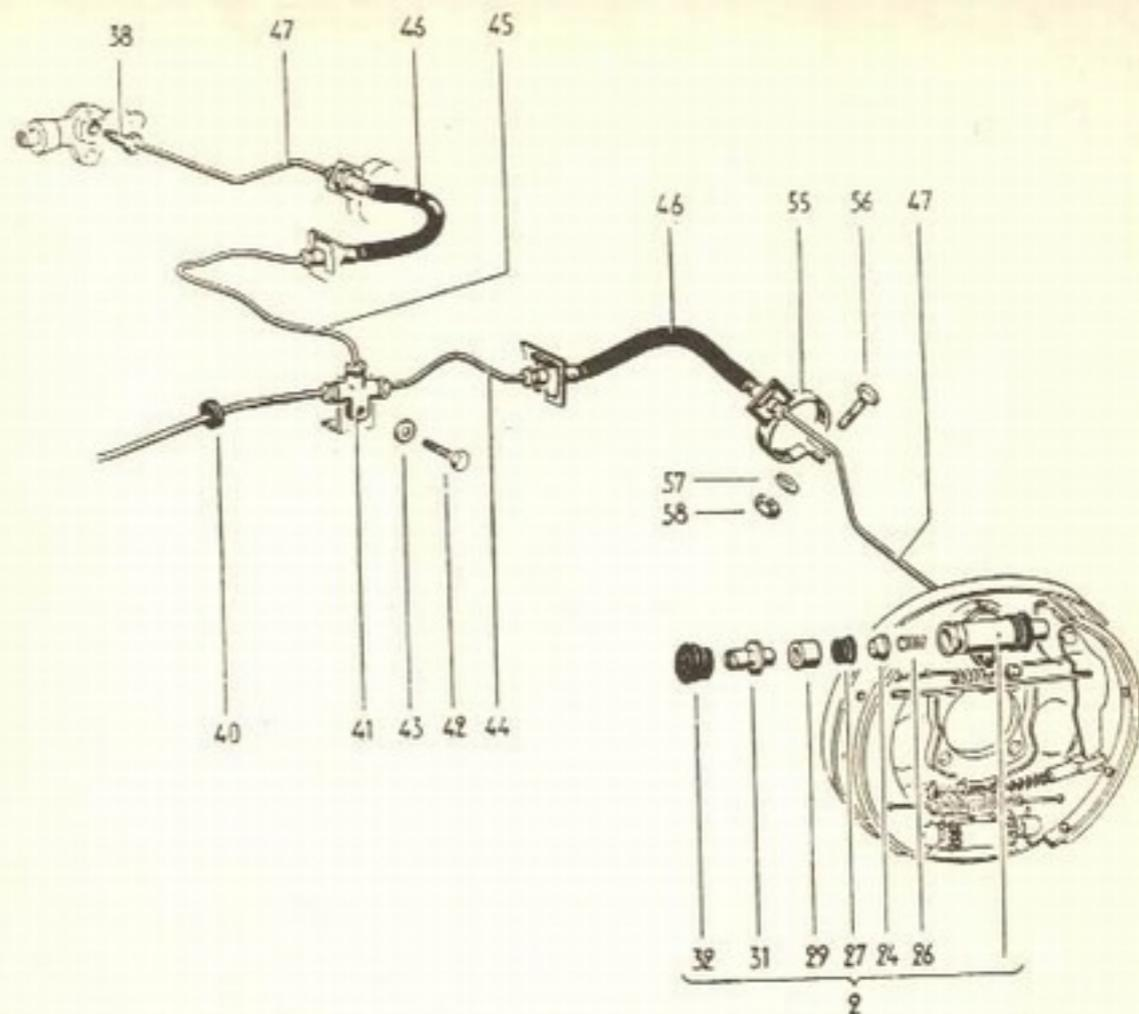

Fig. 2-R — Parte traseira do sistema de freios do sedan e do Karmann Ghia
- 9) — Eixo engripado (direção dos utilitários). Lubrificam-se as graxas do eixo e se o defeito persistir, substitui-se o mesmo ou suas buchas. Para se verificar se é essa mesma a causa desligam-se as ponteiras que se prendem a essa alavanca, em número de três (fig. 2-P) e verifica-se se a alavanca se move livremente ou não.